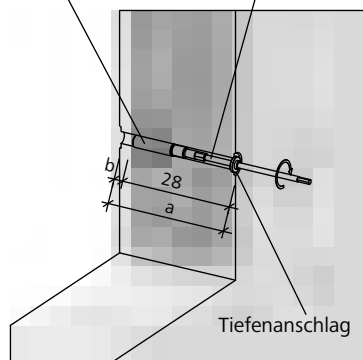

Abb. 79.3
3. XT-Konusanker Dichtungseinsatz mit XT-Schlüssel für Dichtungseinsatz bis zum Anschlag von der Schließschalungsseite (großer Durchmesser Ankerloch) in das Ankerloch einsetzen und mit 14 Nm festziehen (Abb. 79.3). Zum Festziehen wird ein Drehmomentschlüssel empfohlen.
Der Tiefenanschlag muss bei 28 cm (inkl. XT-Dichtungseinsatz) befestigt werden (Abb.79.3).